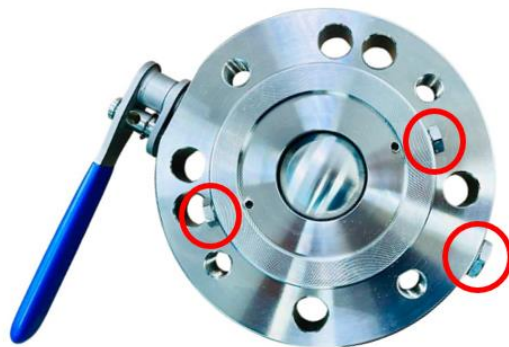

Figura 3: Enchufes/enchufes del equipo
- Verifique que los enchufes de 1/2" NPT y 1/4" NPT estén alojados en sus respectivas ubicaciones (cuando no se utilicen las conexiones de limpieza), ya que el riesgo de accidentes es alto cuando estos orificios están abiertos a la atmósfera (figura 3);